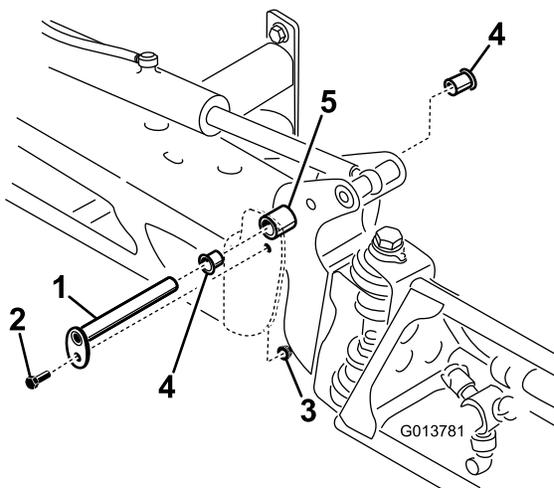

Figure 76
3. Lorsque le poids de la rampe est supporté, retirez le boulon et l'écrou de fixation de l'axe de pivot à l'ensemble rampe (Figure 76).
4. Retirez l'axe de pivot (Figure 76).
6. Déposez et examinez les bagues en nylon à l'avant et à l'arrière du support de pivot (Figure 76).
8. Montez l'ensemble rampe et support de pivot dans le bâti central en alignant les ouvertures (Figure 76).